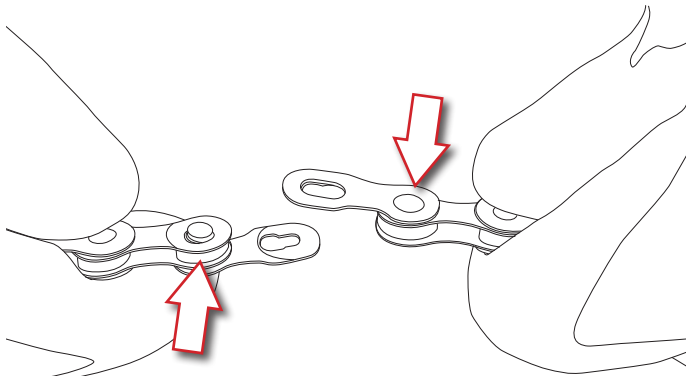

Fig.7
- Inserite ciascun perno della C-Link™ nei due fori liberi delle maglie interne della catena (Fig. 7).